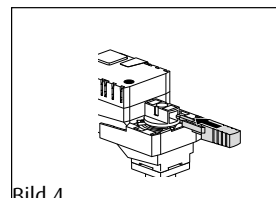

Bild 4
6. Zentrale Schraube anziehen und Stellungsanzeige aufstecken (Bild 4).